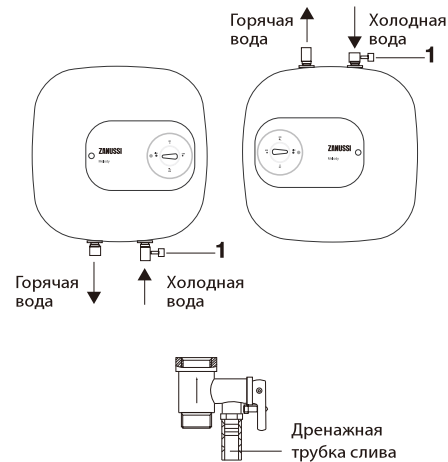

Рис. 5.
3. Предохранительный клапан следует устанавливать в месте входа воды (см. рис. 5).